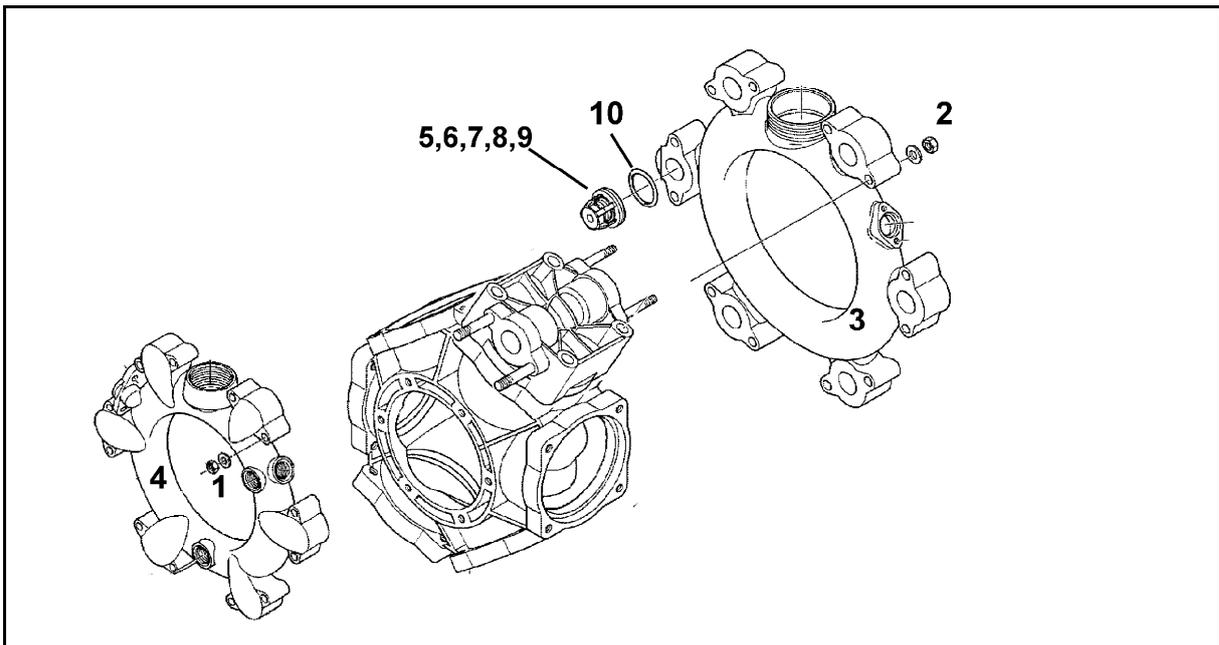

Fig. 141
- Preste atenção à respectiva posição de montagem das válvulas do lado de sucção e de pressão, antes de retirar os grupos de válvulas (5).
- Ao montar, preste atenção para não danificar a guia da válvula (Fig. 141/9). Danificações podem dar origem ao bloqueio das válvulas.
- É absolutamente necessário, apertar as porcas (Fig. 141/1,2) em cruz, com o binário indicado. Um aperto incorrecto dos parafusos dá origem a deformações e, deste modo, a fugas.